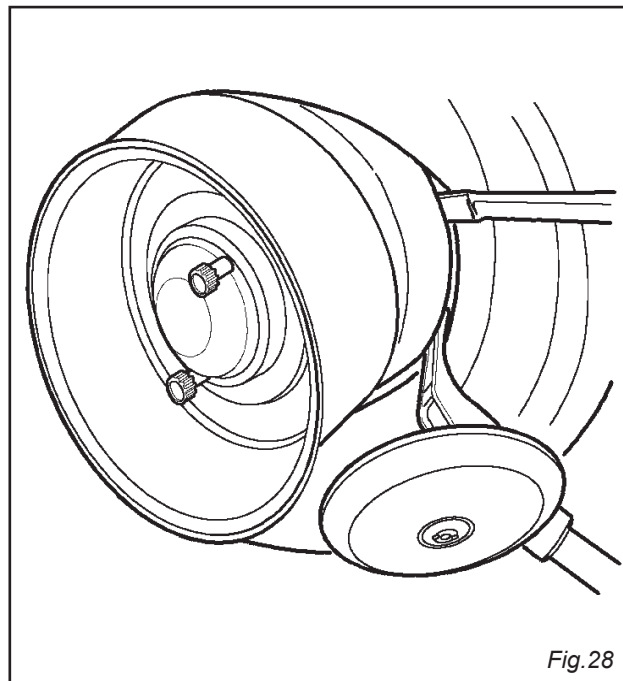

Fig. 28
- 8) Agendo sulle leve (3) (4) muovere l'utensile fino a portare il suo punto rosso di riferimento in asse con il bordo esterno del cerchio ad una distanza di 5 mm. dallo stesso (Fig. 28)
- 8) By means of levers (3) and (4) move the tool until its red spot is on level with the outer edge at a distance of 5 mm. (fig.28)
- 8) En actionnant les leviers (3) et (4) déplacer l'outil jusqu'à porter le point rouge de repère en ligne avec le bord extérieur de la jante à une distance de 5 mm. de la jante même (fig. 28)
- 8) Hebel (3) (4) betätigen, um das Werkzeug zu verlegen, bis wann sich der rote Referenzpunkt mit dem Felgenaußenrand 5 mm. fern von Felge ausrichtet (Abb.28)